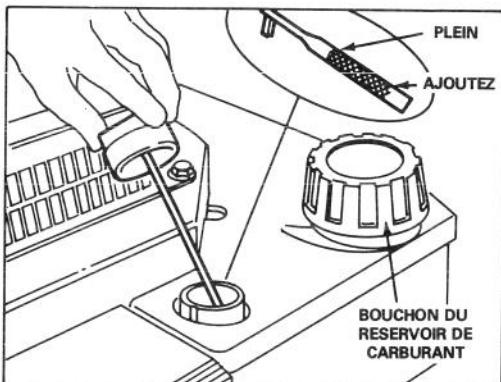

Figure 3
3. Essuyez la jauge d'huile et insérez-la dans le col de remplissage. Tournez le bouchon d'un quart de tour dans le sens des aiguilles d'une montre. Enlevez ensuite la jauge d'huile et vérifiez le niveau d'huile (Fig. 3). Si le niveau est bas, ajoutez une quantité suffisante pour amener le niveau à la marque FULL (PLEIN) sur la jauge d'huile. NE REMPLISSEZ PAS AU-DELA DE LA MARQUE FULL (PLEIN) CAR LE MOTEUR POURRAIT ETRE ENDOMMAGE LORS DU DEMARRAGE.
1. Nettoyez autour du bouchon. Enlevez le bouchon (Fig. 3) et remplissez le réservoir jusqu'à 1/2" (13 mm) du haut avec de l'essence sans plomb.